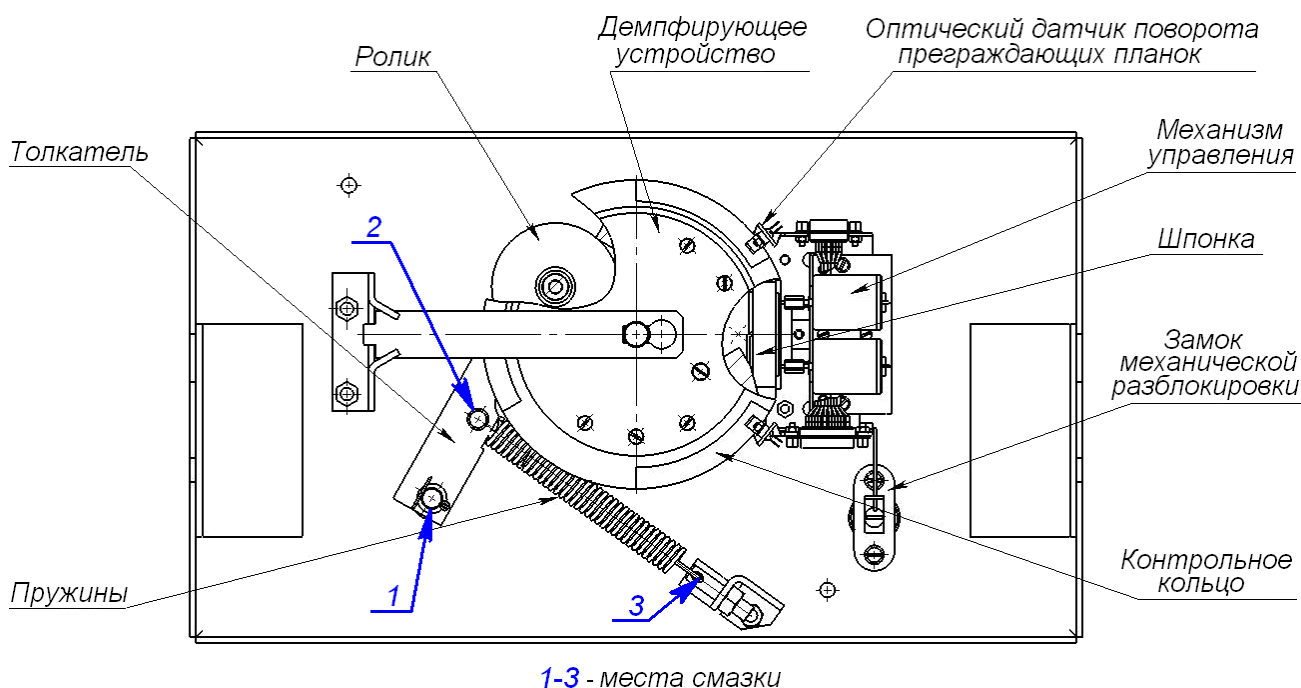

Рисунок 29. Расположение внутренних деталей и узлов стойки ЭП
2. Снимите крышку (3) в порядке, указанном в разд. 6 и положите ее на ровную устойчивую поверхность.
3. Осмотрите устройство доворота (толкатель, пружины и ролик), оптические датчики поворота преграждающих планок и демпфирующее устройство (см. рис. 29).
- четыре втулки на устройстве доворота – две на оси вращения толкателя и две на оси крепления пружин, а также отверстия в деталях крепления пружин, по две - три капли масла в каждое место смазки (места смазки указаны на рис. 29);
- механизмы секретности замка механической разблокировки (9) и замка крышки (4) со стороны замочной скважины.
- на рис. 29 – для ТРЛ производства **ZKTeco** (**FaceDepot-7A**, **FaceDepot-7B**, **ProFaceX**, **SpeedFace-V5L-TD**);